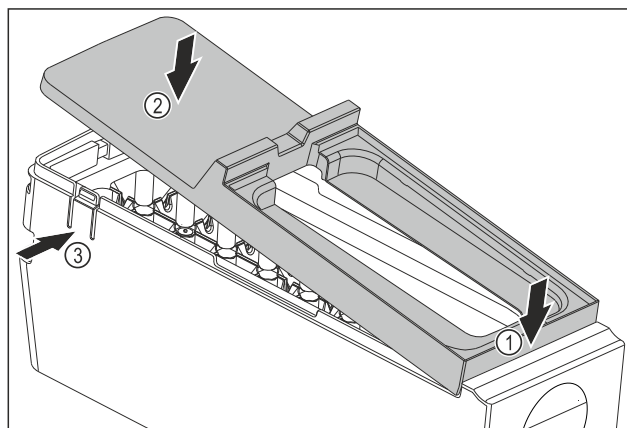

Fig. 175
- ▶ Montera skyddet på EasyTwist-Ice-enheten: Sätt in skyddet framtill. *Fig. 175 (1)*
- ▶ Sänk ned skyddet baktill. *Fig. 175 (2)*
- ▶ Skyddet hakar hörbart i båda skenorna *Fig. 175 (3)*.